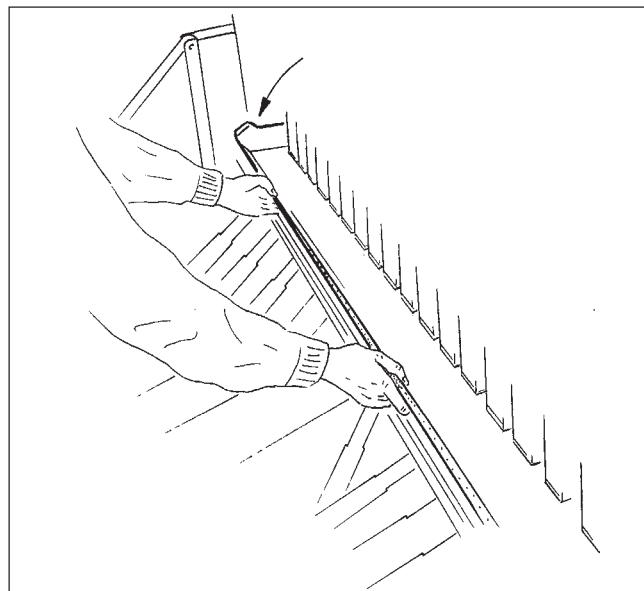

Рис. 8.4
- Лотки (Рис. 8.4) установить на планки с воронками.